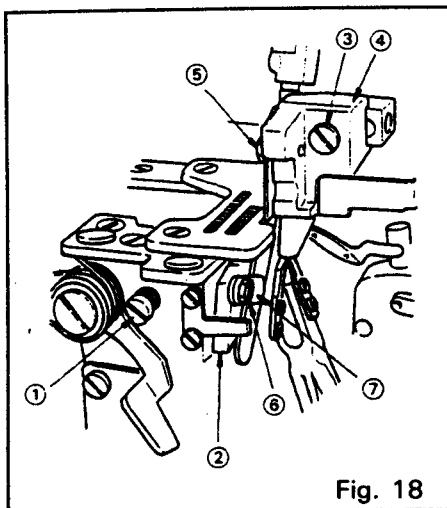
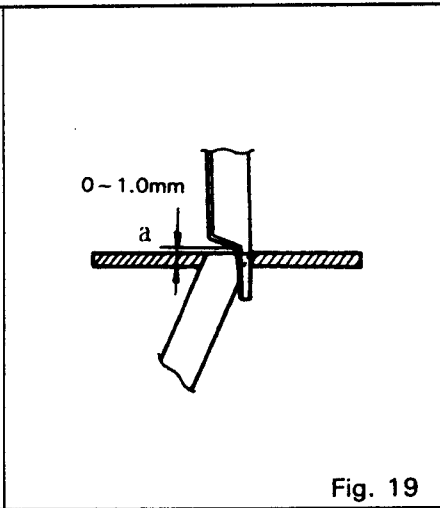

Fig. 18
Fig. 19
Cambio de la cuchilla fija (Fig. 18, Fig. 19 y Fig. 20)
- (1) Afloje el tornillo ① de fijación y mueva el soporte ② de la cuchilla fija hacia la izquierda hasta que haga tope. Tensione temporalmente el tornillo ① de fijación.
- (2) Afloje el tornillo ⑥ de fijación y extraiga la cuchilla fija.
- (3) Inserte una nueva cuchilla fija entre el soporte ② de la misma y el sujetador ⑦ de la cuchilla fija, colocándola de tal manera que el borde superior esté nivelado con la superficie superior de la placa de garganta como se muestra en la Fig. 19. Luego tense el tornillo ⑥ de fijación.
- (4) Gire la polea hasta que el punto (a) de la cuchilla móvil quede colocado 0-1,0 mm sobre la superficie superior de la placa de garganta, y luego afloje el tornillo ① de fijación.
- (5) Asegúrese de que la cuchilla móvil y la fija estén en contacto estrecho entre sí por medio de la tensión del resorte, luego tense el tornillo ① de fijación.
- (6) Compruebe el filo de la cuchilla.
Sostituzione del coltello mobile (Fig. 18, 19 et 20)
- (5) Ruotare la manopola sino a quando il punto (a) del coltello mobile viene a trovarsi a circa 0-1,0 mm al disopra della superficie superiore della piastra di livello, come indicato nella Fig. 19 ed allentare poi la vite di bloccaggio ①.
- (6) Verificare che la pressione della molla tenga il coltello mobile ben strettamente a contatto del controcoltello, ed avvitare poi la vite di bloccaggio ①.
- (7) Controllare il filo di taglio della lama del coltello.
Sostituzione del controcoltello (Fig. 18, 19 e 20)